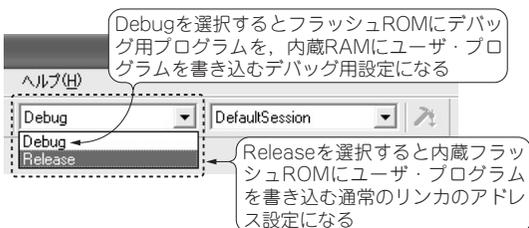

図4 Releaseコンフィグレーションの設定
- (2) 自律動作のコンフィグレーション Release を選択します(図4)。